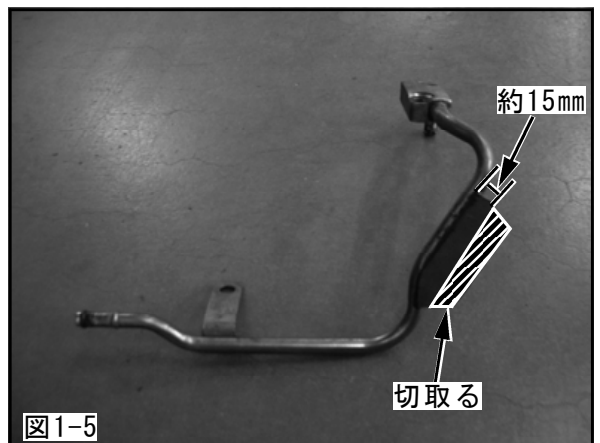

図1-5
(7) (6) で取外した⑭の図の部分を実アクチュエータステーと干渉しないように、切取ってください。(図1-5)